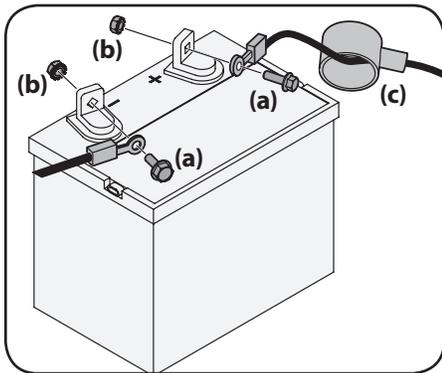

Figure 2-12
1. Enlevez le couvercle en plastique, le cas échéant, de la borne positive de la batterie et attachez le câble rouge à la borne positive de la batterie (+) avec le boulon et l'écrou à six pans. Voir la Figure 2-12.
2. Enlevez le couvercle en plastique, le cas échéant, de la borne négative de la batterie et attachez le câble noir à la borne négative de la batterie (-) avec le boulon et l'écrou à six pans. Voir la Figure 2-12.